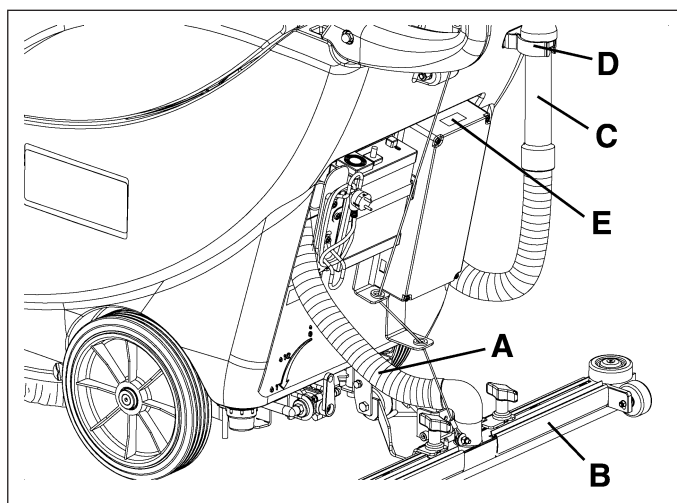

Figure 8
5. Desconectar el tubo de aspiración (A, Fig. 8) de la boquilla (B).
6. Desconectar el tubo de descarga del agua de recuperación (C, Fig. 8) del soporte (D).
9. Instalar las baterías en la máquina según el esquema (E, Fig. 8).